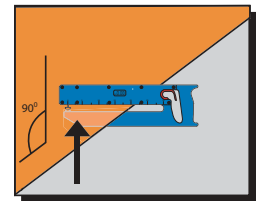

Abb. 9
Halte das Instrument lotrecht zum Sieb oder Filz wie gezeigt in Abbildung 9 und dann den Zieher langsam loslassen.
4. Das Instrument von unten leicht anheben (Abb. 9) um sicherzustellen, daß der obere Meßfuß sich frei bewegen kann. Nach etwa 2 Sekunden ist ein stabiler Meßwert gegeben.